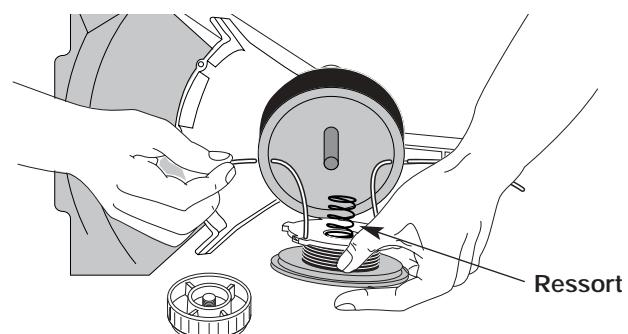

Fig. 35
- Insérez les extrémités du fil dans les ceillots de la bobine extérieure et placez le moulinet et le ressort dans la bobine (Fig. 35). Enfoncez le moulinet et la bobine ensemble. Tout en tenant le moulinet et la bobine, saisissez les extrémités et tirez fermement pour dégager le fil des fentes de retenue de la bobine.
5. Insérez les extrémités du fil dans les œillets de la bobine extérieure (Fig. 35).